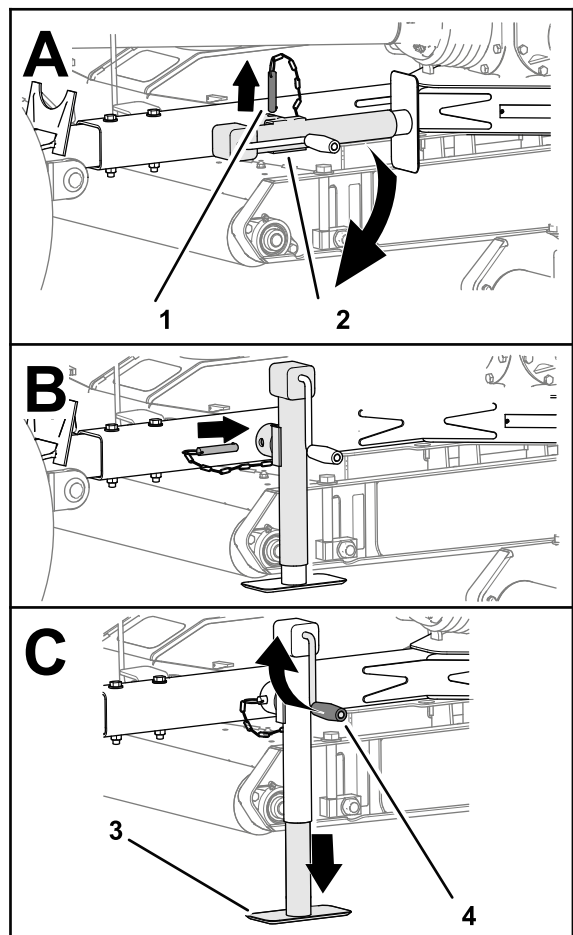

Bild 23
3. Entfernen Sie den Stift und schwenken Sie den Deichselheber nach unten (Bild 23).
4. Fluchten Sie das Loch in der Deichsel mit dem Loch im Deichselheber aus (Bild 23).
5. Stecken Sie den Stift durch das Loch in der Deichsel und den Deichselheber (Bild 23).
2. Drehen Sie die Deichselheberkurbel, um das Ständer vollständig anzuheben; siehe Bild 23 in Verwendung des Deichselhebers \(Seite 17\).